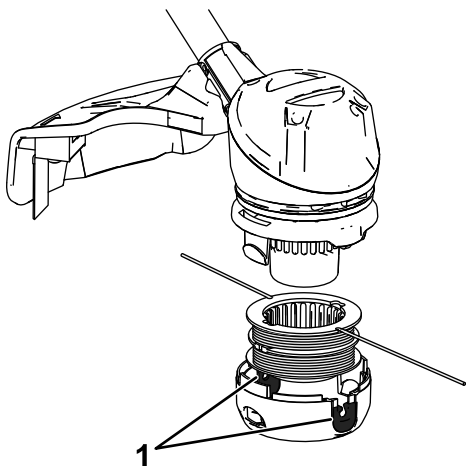

Figure 18
8. Placez la bobine dans le couvercle et faites passer les extrémités du fil par les trous du couvercle, comme montré à la Figure 18.